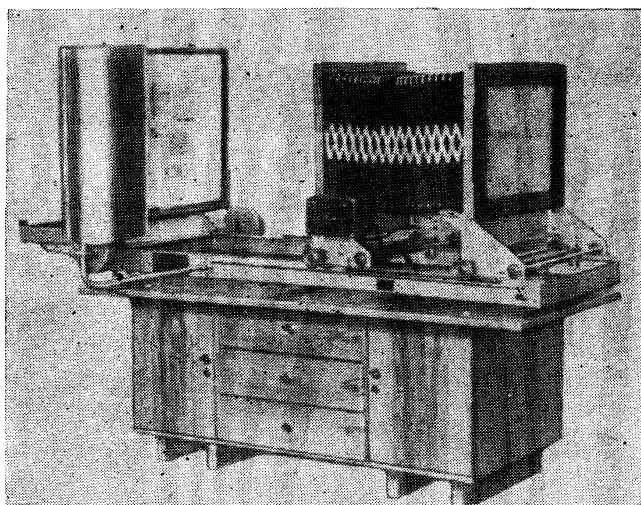

Рис. 46. Электрографическая установка «Эра»
9.4. Электрографическая установка типа ЭРА (рис. 46) выпускается в трех вариантах: «ЭРА-1», «ЭРА-М» и «ЭРА-2», применяется для изготовления копий с изменением и без изменения масштаба на обычной бумаге и кальке с текстовых печатных оригиналов, а также